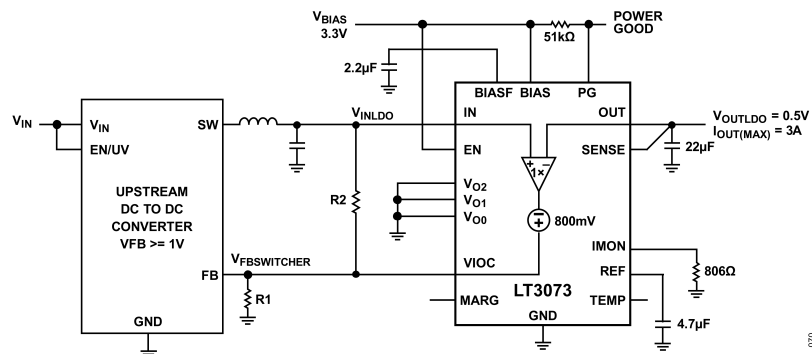

図 70. VIOC の基本動作
VIOC ピンは、上流のスイッチング・コンバータを制御して、LDO の出力電圧に関係なく、LT3073 の両端の電圧を一定に保ちます。これにより、PSRR の性能を維持しながら、効率が最大化されます。VIOC ピンは高速アンプの出力であり、電圧値は、 $(V_{IN} - V_{OUT}) + 800\text{mV}$ です。図 70 に示すように、VIOC 機能は簡単に使用できます。 $V_{FB} \geq 1\text{V}$ の場合、VIOC ピンを上流スイッチング・コンバータのフィードバック (FB) ピンに接続します。これにより、LT3073 の入出力間電圧差が、スイッチング・コンバータのフィードバック電圧から 800mV を差し引いた値にレギュレートされます。複数の LT3073 を並列接続する場合、LT3073 の 1 つの VIOC ピンを上流スイッチング・コンバータのフィードバック・ピンに接続し、残りの VIOC ピンをフローティング状態にします。LT3073 がオフになると、 V_{INLDO} は $V_{FBSWITCHER} \times (R1 + R2)/R1$ で設定された電圧に固定されます。